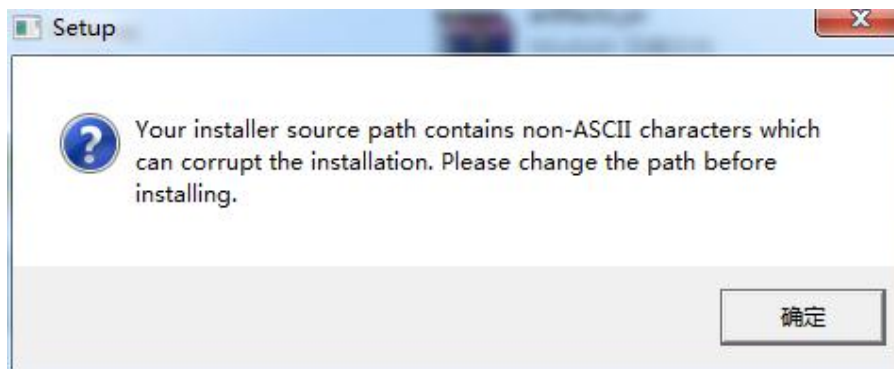

图 1-3
3. 如果遇到下图 1-3 所示的对话框, 说明安装文件的路径有中文。修改你的安装包的路径为全英文。